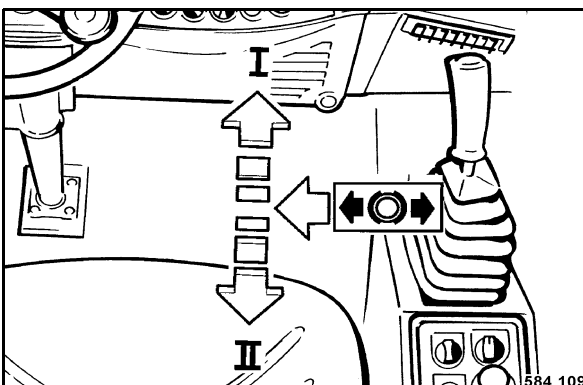

fig. 95
- Déplacer le levier de commande de la marche (fig. 95) à fond sur position „I“.